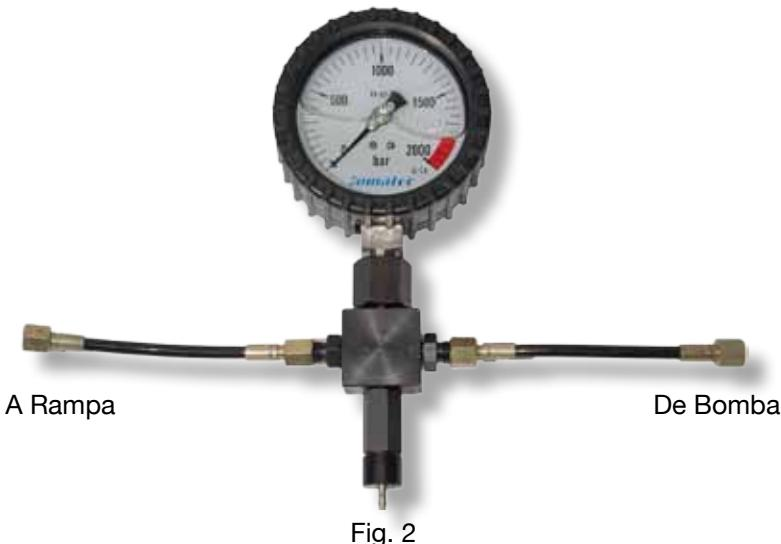

Fig. 2
- Asegurarse de que están libres de suciedad para evitar la entrada de partículas en el sistema de inyección y montar dichos latiguillos en la "T" del manómetro, de forma que obtendremos un conjunto como el de la Fig. 2